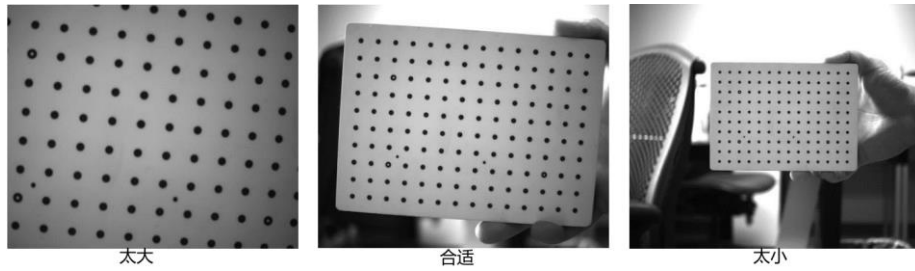

图 13
- 1、选择合适的标定板，将校正板放置于被测物所在的位置上（如被测物无法被移动，那么在不超出景深范围的前提下，将校正板置于被测物前即可）。确保校正板上的三个圆环定位点和两个小的编码点足够清晰（在景深富足的情况下，可将校正板靠近被测物前即可）。且不被遮挡。保证校正板整体清晰明亮，不出现曝光过度、模糊、过暗等现象。如图 13 所示。